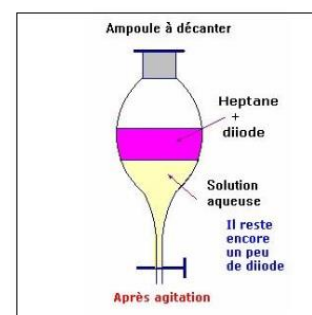

Fig 4
-On observe deux phase (figure 4) :